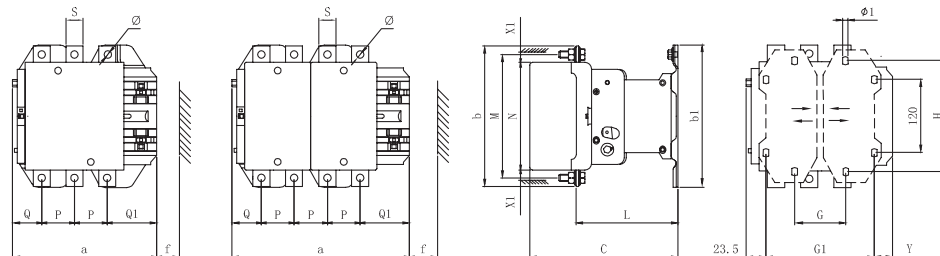

Figura 3 Dimensiones generales y de instalación de los modelos CJX2F-400, 4004, 500, y 5004
6.2 Las dimensiones generales y de instalación de los modelos CJX2F-400, 4004, 500, y 5004 se muestran en la Figura 3 y en la tabla 5.